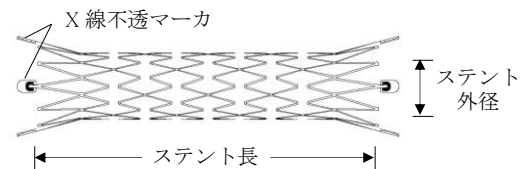

図 2
- 1) ステントの両端には X 線不透過マーカが付いている (図 2)。